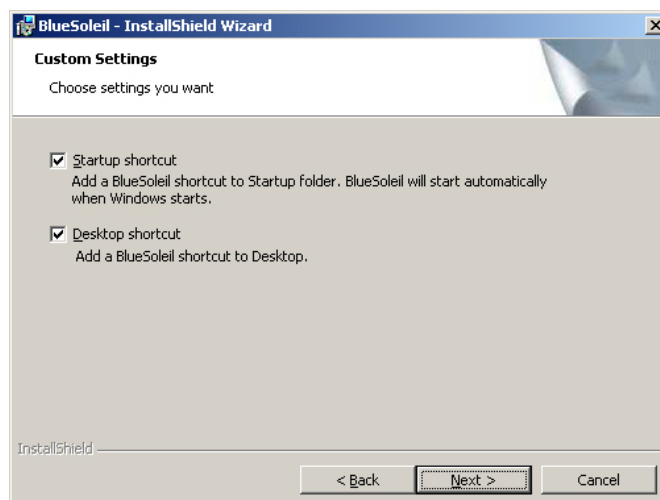

Abbildung 7-32: Bluetooth-Treiber Installationsoptionen
Schritt 5: Der **Custom Settings** Bildschirm in **Abbildung 7-32** wird angezeigt.